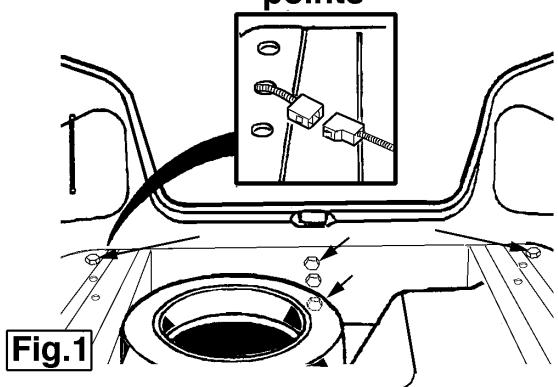

Fig.1
- Maak de bodemvloer in de bagageruimte vrij. Verwijder het achterpaneel en sla de zijpanelen naar binnen. Maak alvorens tot demontage van de bumper wordt overgegaan de connector van de bedrading "indien aanwezig" los. Demonteer de bumper d.m.v. het verwijderen van vier bouten in de bagageruimte overeenkomstig fig.1. Boor vervolgens t.p.v. wielkastrand de tien popnagels d.m.v. een ø6mm boor uit. Zie ook fig.2. Het uitboren wordt vereenvoudigd als het voertuig wordt opgekrikten en de achterwielen worden verwijderd.
- Wymij z bagażnika wszystkie przedmioty znajdujące się na podłodze. Zdemontuj płytę tylną i uderz w płytę boczną tak, aby wpadły one do wnętrza. Jeżeli w miejscu montażu znajduje się zubek przewodów, zdemontuj ją, zanim przystąpisz do montażu. Zdemontuj zderzak poprzez wykręcenie czterech śrub w bagażniku, zgodnie z rys. 1. Następnie przy pomocy wiertła F 6 wywierć dziesięć nitów drążonych, znajdujących się z brzegu nadkola. Patrz również rys. 2. Wywiercanie moźna sobie ułatwić przez podniesienie samochodu i zdemontowanie tylnych kół.
- Den Fußboden im Kofferraum freimachen. Die Rückwand entfernen und die Seitenwände nach innen schlagen. Vor dem Abmontieren der Stoßstange die Verbindung der Kabel, "wenn vorhanden", lösen. Die Stoßstange durch das Entfernen von vier Schrauben im Kofferraum gemäß Abbildung 1 abmontieren. Mit Hilfe eines 6-mm-Bohrers anschließend in den Radkastenrändern die zehn Hohlnieten herausbohren. Siehe auch Abbildung 2. Das Herausbohren wird durch das Anheben des Fahrzeugs mit dem Wagenheber und die Entfernung der Hinterräder erleichtert.